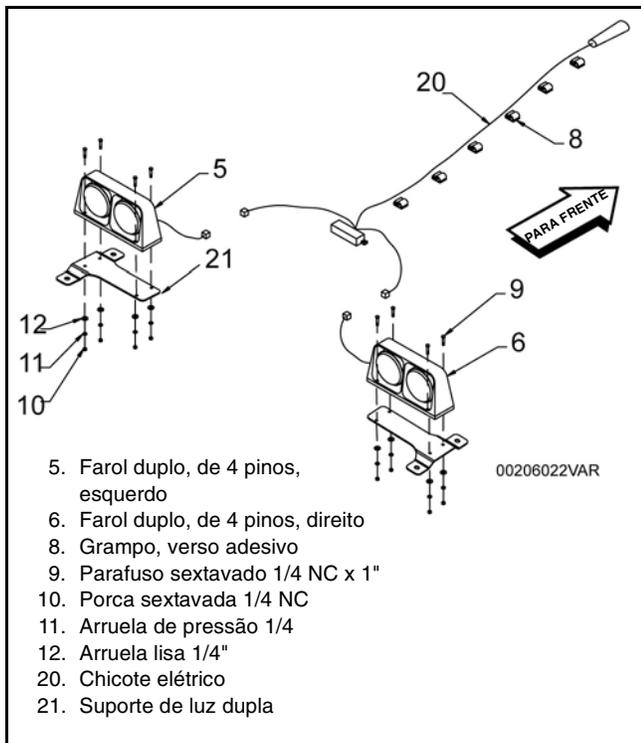

Figura 49. Diagrama do kit de luz de segurança (sem reboque de extremidade)
2. Prenda as luzes de segurança duplas (Figura 49) em suas bases usando os parafusos sextavados 1/4 NC x 1", as arruelas e as porcas fornecidas. Verifique se as lentes das luzes estão na posição correta em relação ao sentido de deslocamento do equipamento: as lentes âmbar no lado de fora, as lentes vermelhas no interior voltadas para a traseira do triturador.
5. Passe o chicote elétrico ao longo da parte superior do triturador e fixe com os grampos com verso adesivo incluídas (5) aproximadamente a cada dois pés.